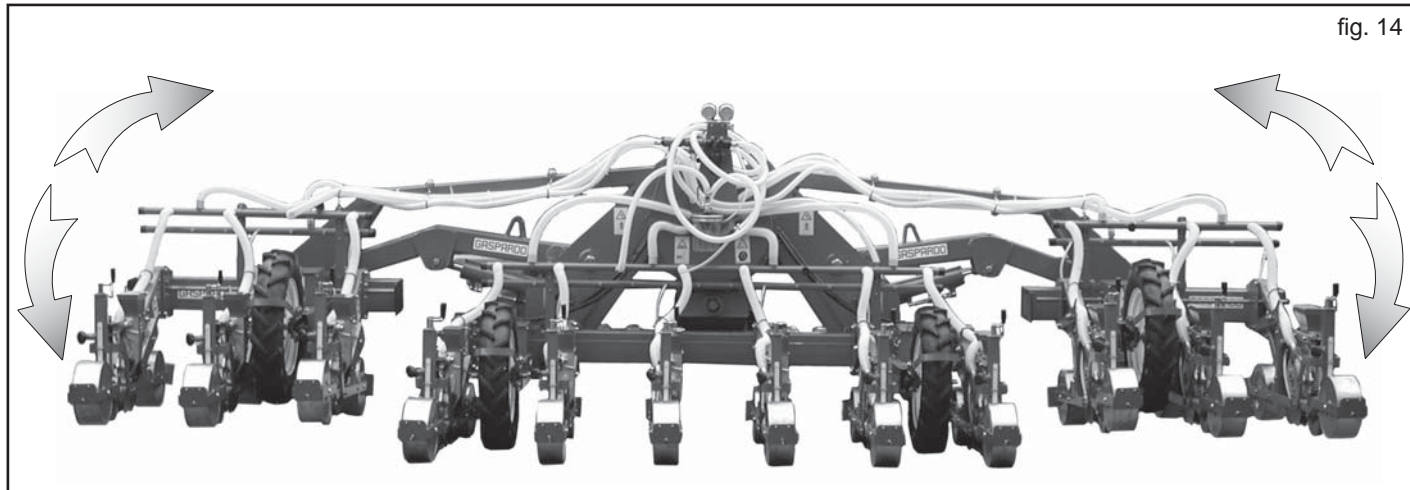
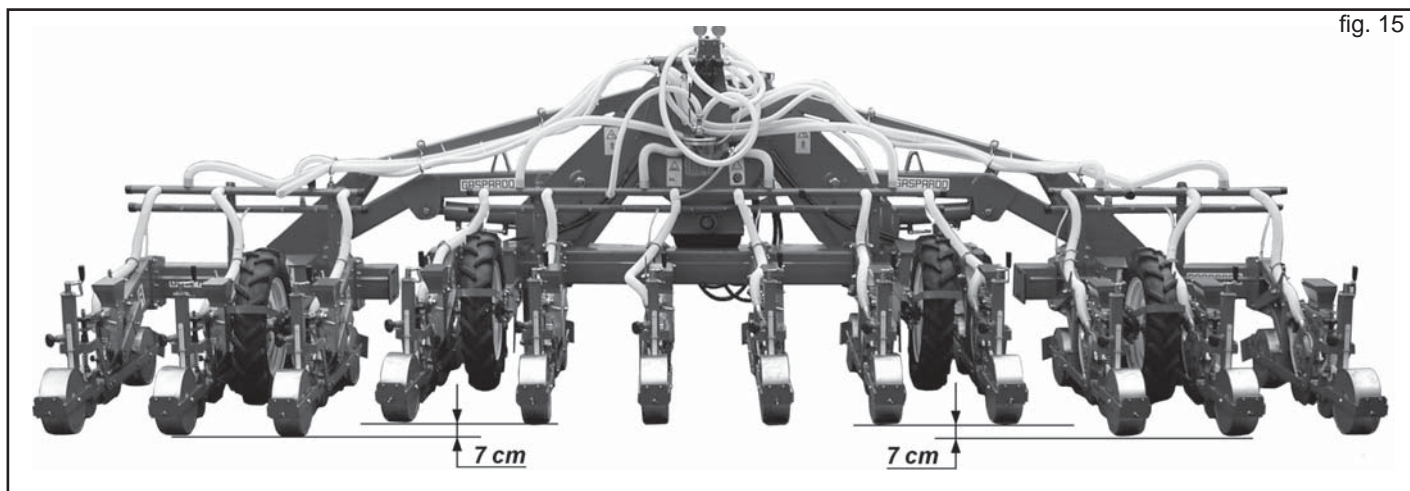

fig. 14
fig. 15
Il telaio della macchina permette di ripiegare con sistema oleodinamico le estremità laterali (Fig. 14), sulle quali vengono portati gli elementi di semina, riducendone l'ingombro stradale. Le parti a ripiegamento oleodinamico della seminatrice sono flottanti e permettono di lavorare in terreni non perfettamente pianeggianti. Le parti laterali del telaio, infatti, possono scendere rispetto a quella centrale di circa 7 centimetri (Fig. 15). Esse sono movimentate da cilindri oleodinamici a doppio effetto indipendenti tra loro. Per regolare la velocità di salita e discesa dei telai laterali è necessaria la regolazione della valvola posta su ciascun tubo oleodinamico di mandata, come indicato al capitolo 3.1. (Fig. 10).
- 6) Azionare l'impianto oleodinamico per aprire il telaio (Fig. 14), tenendo la seminatrice sollevata dal suolo.